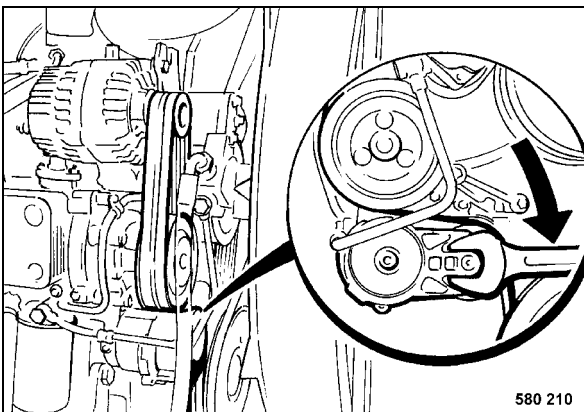

fig. 132
- Pousser la poulie de tension (fig. 132) dans le sens de la flèche jusqu'à ce que la courroie soit libre.